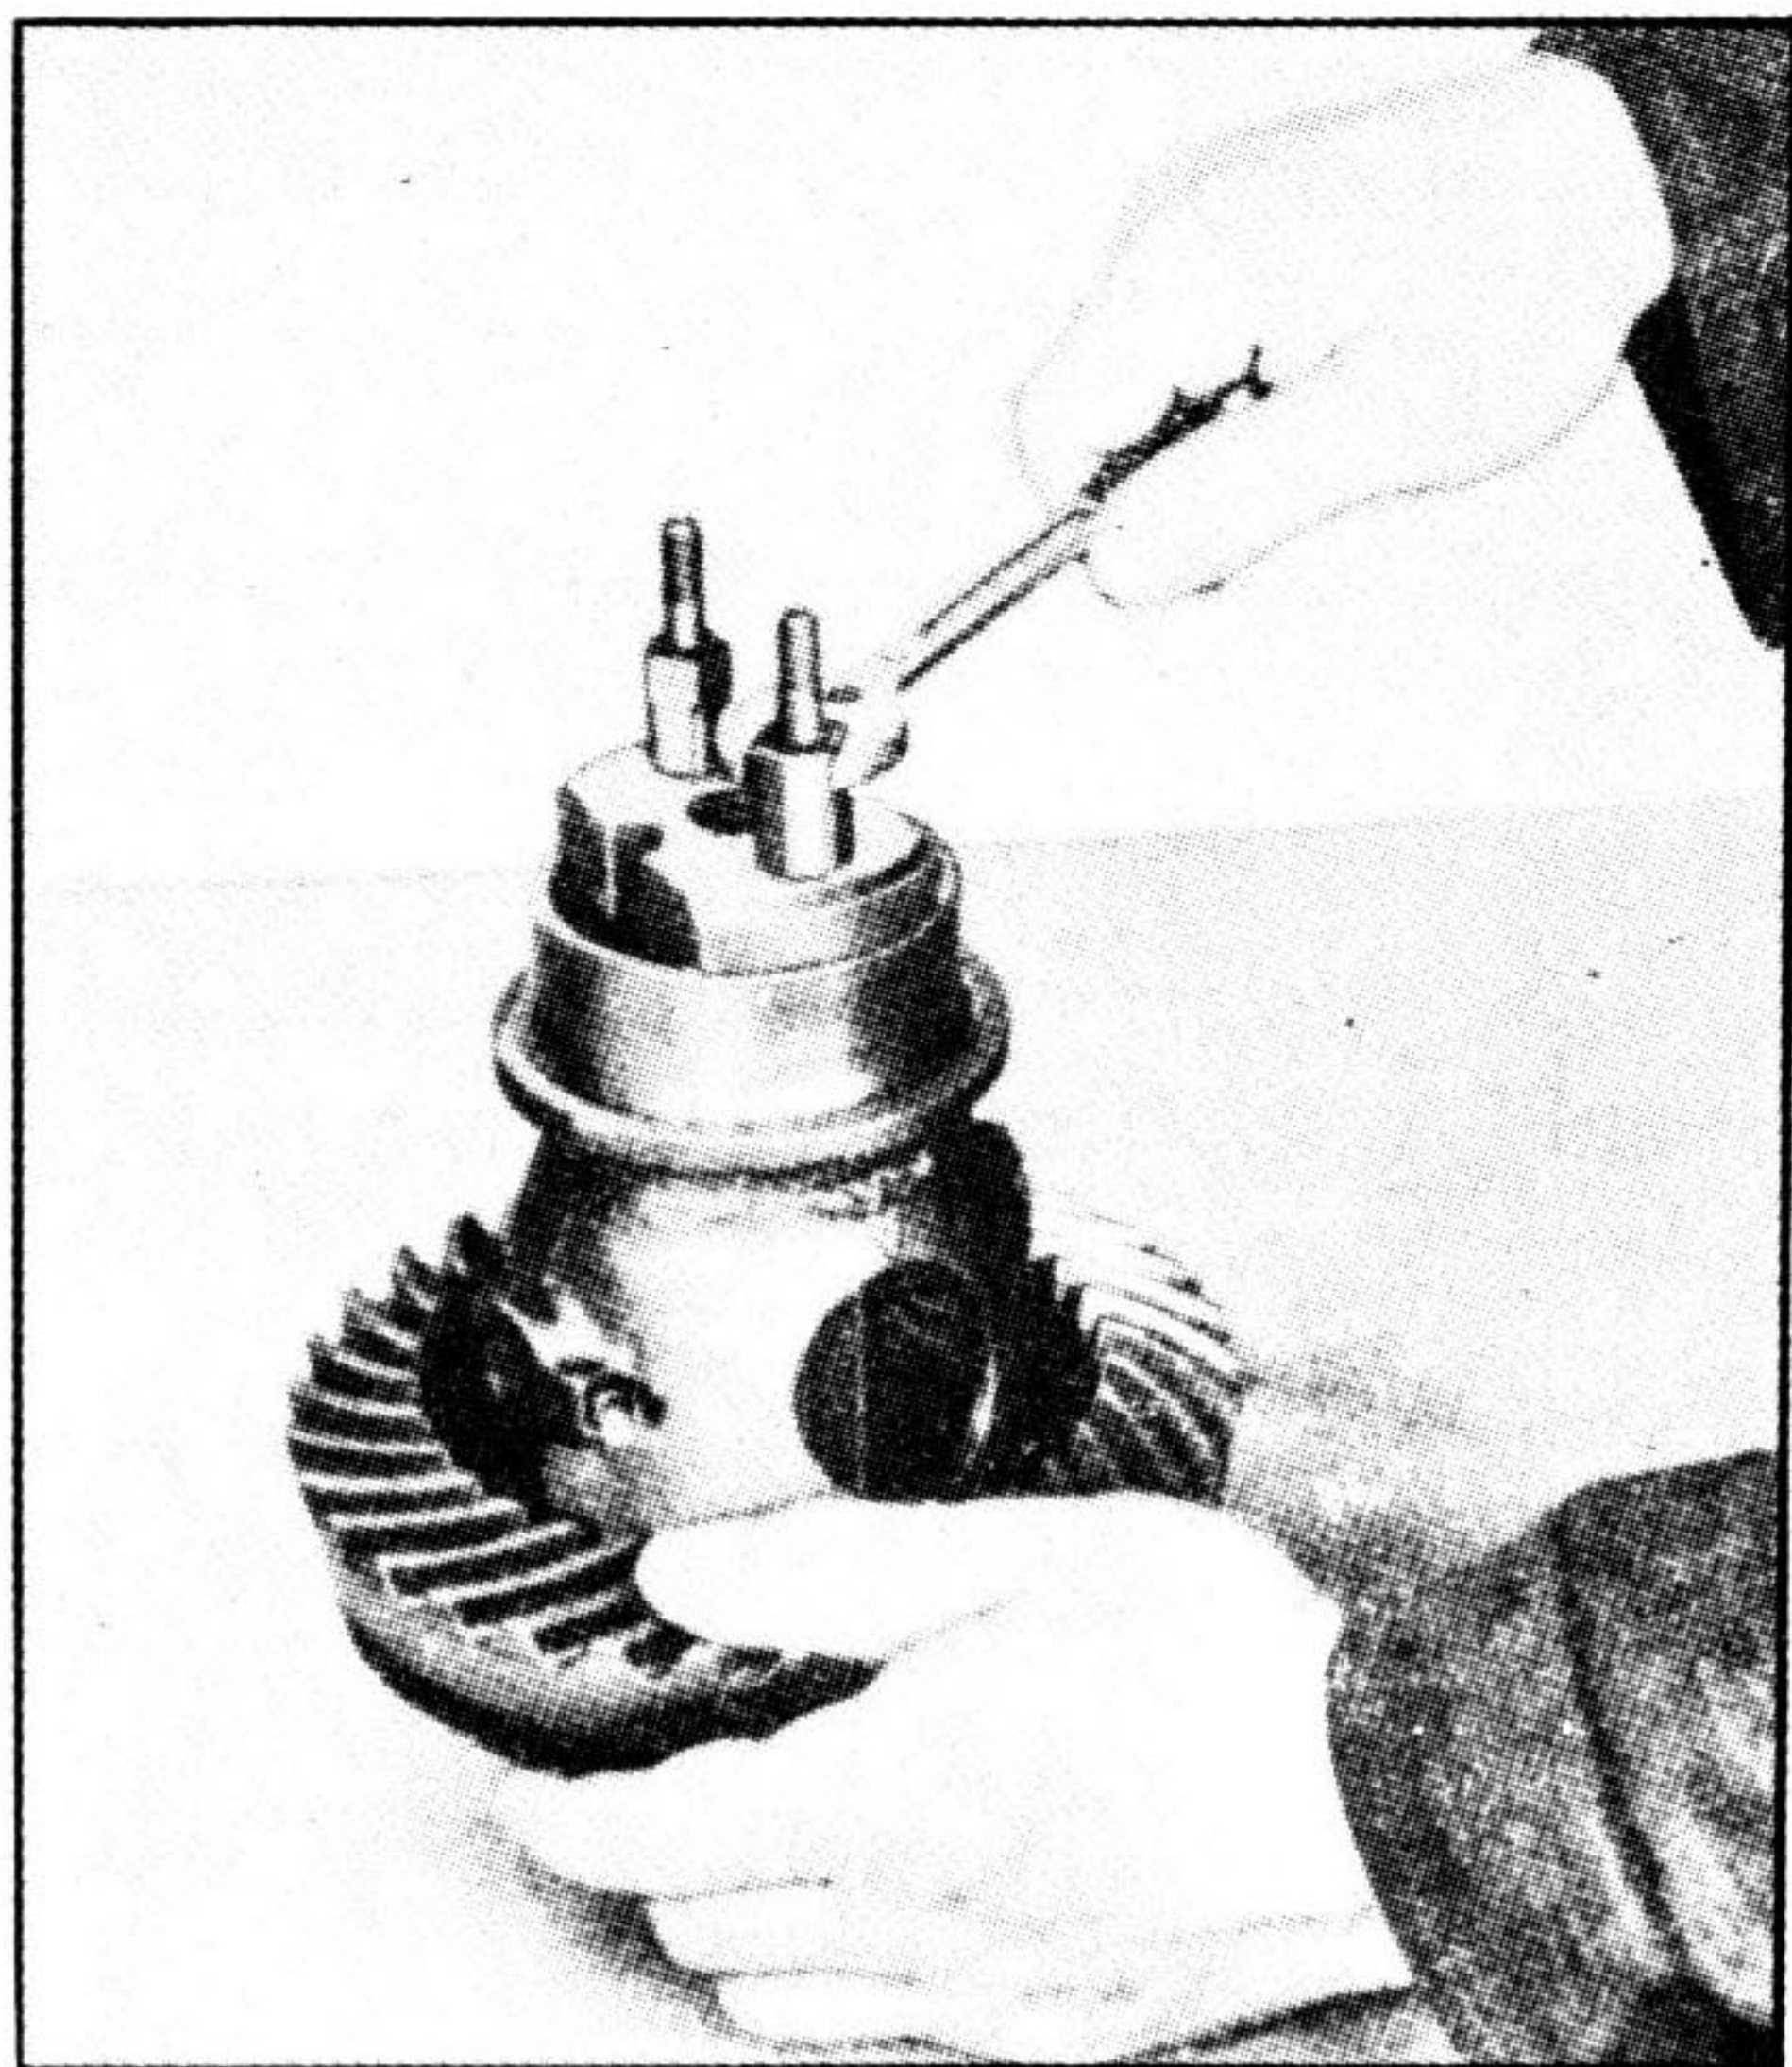

Fig. 22-K
a) — Coloca-se o diferencial entre as placas de pressão do dispositivo, como se vê na fig. 22-K apertando-se bem as porcas que devem ficar do lado oposto ao da coroa.